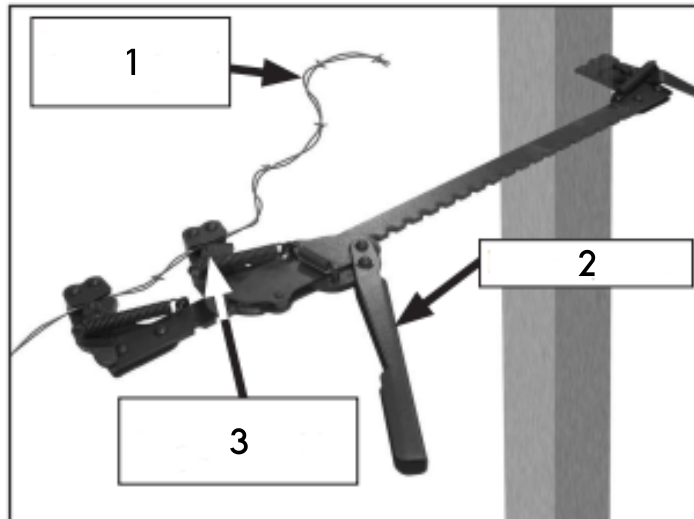

Abbildung 4
- Spannen Sie den Draht in den beweglichen Haken der Klemmbacke ein (Abb. 4).